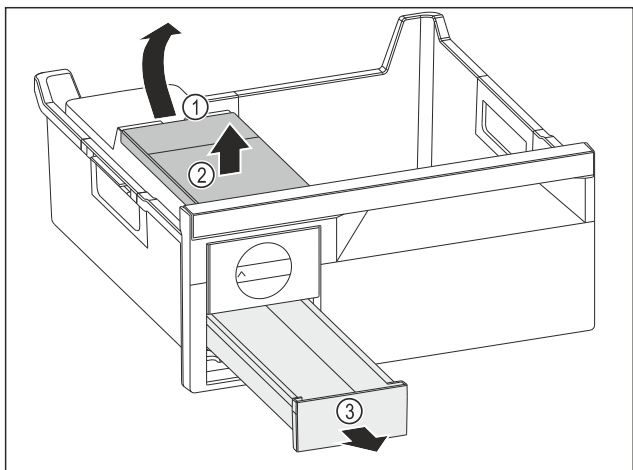

Fig. 67
- ▶ 取出水箱：从凹槽 Fig. 67 (1) 抬起水箱。
- ▶ 朝上取出水箱 Fig. 67 (2)。
- ▶ 朝前取出冰块抽屉 Fig. 67 (3)。